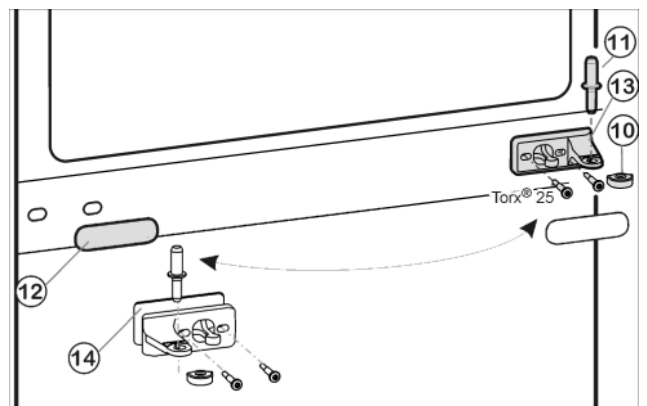
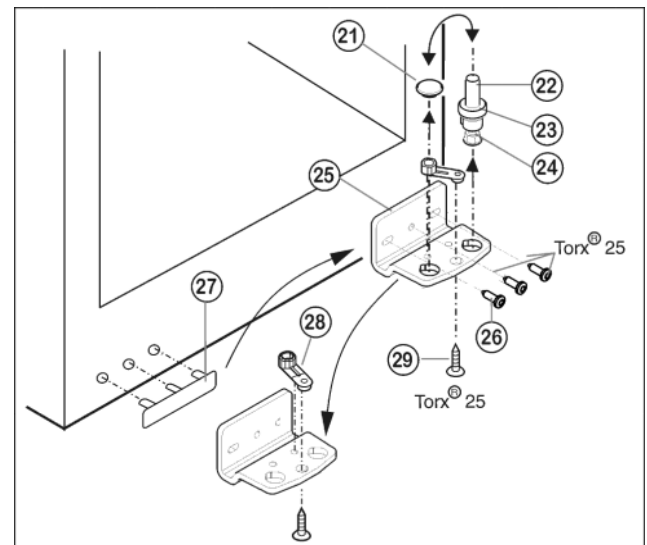

Fig. 5
Fig. 6
- ▶ Extraiga el perno de cojinete intermedio Fig. 5 (11) del soporte de cojinete y de la puerta inferior.
- ▶ Retire la tapa de plástico Fig. 5 (10).
- ▶ Desatornille el soporte de cojinete intermedio Fig. 5 (13) (2 Torx® 25).
- ▶ Extraiga con cuidado el panel de protección Fig. 5 (12).
- ▶ Atornille el soporte de cojinete intermedio Fig. 5 (13) con la base Fig. 5 (14) en el nuevo lado de la bisagra girándolo 180° (con 4 Nm) para fijarlo.
- ▶ Vuelva a encajar el panel de protección Fig. 5 (12) girándolo 180° en el nuevo lado del tirador.
- ▶ Extraiga hacia arriba el perno de cojinete Fig. 6 (22) completo, con la arandela Fig. 6 (23) y la pata de ajuste Fig. 6 (24).
- ▶ Desmonte el tapón Fig. 6 (21).
- ▶ Desatornille *Fig. 6 (26)* el soporte de cojinete.
- ▶ Desatornille *Fig. 6 (29)* la pieza de cojinete y cámbiela al orificio de alojamiento opuesto del soporte de cojinete, volviéndola a atornillar.
- ▶ Desmonte la cubierta en el lado del tirador *Fig. 6 (27)* con cuidado y cámbiela al lado opuesto.
- ▶ Vuelva a atornillar el soporte de cojinete *Fig. 6 (25)* en el nuevo lado de la bisagra (**con 4 Nm**) para fijarlo; dado el caso, utilice un destornillador de batería.
- ▶ Vuelva a colocar el tapón *Fig. 6 (21)* en el otro agujero.
- ▶ Vuelva a colocar el perno de cojinete *Fig. 6 (22)* completo, con la arandela y la pata de ajuste. Preste atención a que el saliente de retención esté orientado hacia detrás.
- ▶ Coloque la puerta inferior desde arriba sobre el perno de cojinete inferior *Fig. 6 (22)*.
- ▶ Vuelva a colocar la tapa de plástico *Fig. 5 (10)* en el soporte de cojinete intermedio *Fig. 5 (13)*.
- ▶ Inserte en la puerta inferior el perno de cojinete intermedio *Fig. 5 (11)* en el nuevo lado de la bisagra a través del soporte de cojinete intermedio *Fig. 5 (13)*.
- ▶ Coloque la puerta superior sobre el perno de cojinete intermedio *Fig. 5 (11)*.
- ▶ Dado el caso, alinee las puertas a través de los dos agujeros oblongos en el soporte de cojinete inferior *Fig. 6 (25)* y el soporte de cojinete intermedio *Fig. 5 (13)* a ras de la carcasa del aparato. Para ello, desenrosque el tornillo intermedio del soporte de cojinete inferior *Fig. 6 (25)*.